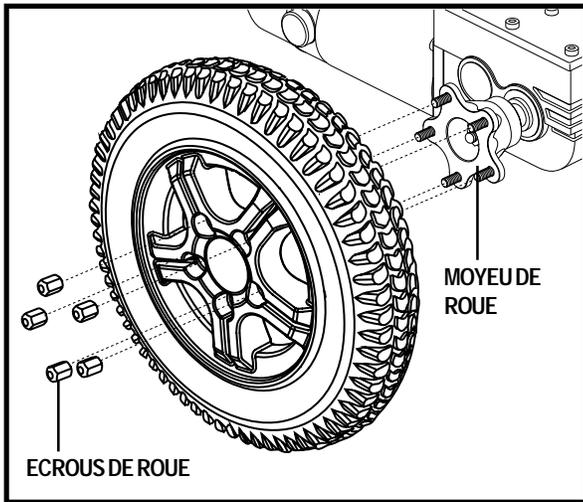

Figure 34. Enlèvement de la roue motrice
4. Retirez les cinq écrous de roue (5) du moyeu. Voir la figure 34.